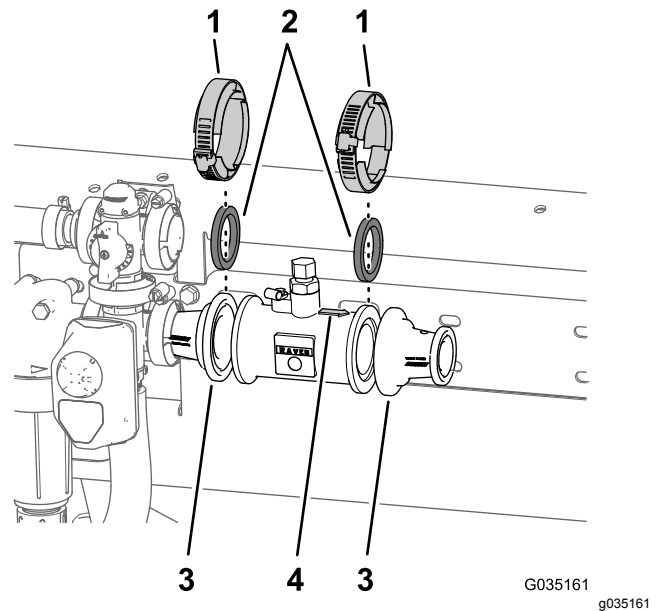

Bild 55
- A. Fluchten Sie die Dichtung (2-1/4"), die Sie in Schritt 2B in Entfernen des Kupplungsrohrs und des Reduzierstückadapters (Seite 20) entfernt haben, zwischen dem Durchflussmessgerät und dem Reduzierstückadapter aus, der an der rechten Seite des Hauptregelventils montiert ist (Bild 55).
- B. Befestigen Sie die Dichtung, das Durchflussmessgerät und den Reduzierstückadapter (Bild 55) mit einer Flanschklammer (76 mm), die Sie in Schritt 2A in Entfernen des Kupplungsrohrs und des Reduzierstückadapters (Seite 20) entfernt haben.
- C. Fluchten Sie die Dichtung (2-1/4") und den Reduzierstückadapter, die Sie in Schritt 2C in Entfernen des Kupplungsrohrs und des Reduzierstückadapters (Seite 20) entfernt haben, mit dem Ende des Durchflussmessgeräts aus, zu dem der Richtungspfeil zeigt (Bild 55).
- D. Befestigen Sie die Dichtung, das Durchflussmessgerät und den Reduzierstückadapter (Bild 55) mit einer Flanschklammer (76 mm), die Sie in Schritt 2A in Entfernen des Kupplungsrohrs und des Reduzierstückadapters (Seite 20) entfernt haben.